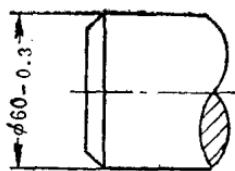

图22 负公差数值的注法
8. - — 表示负的符号（即减号），如同加号的注法一样，表示这个公差数值是负数。如图 22，表示零件轴的直径是 60 毫米，加工时最小允许做到 59.7 毫米。通常应把符号和公差数字一并注在尺寸数字的右下方。